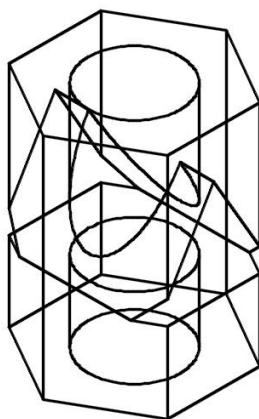

Рис. 5. 3D-модель призмы с вырезами (типовой пример)
- 1) в программе AutoCAD создать твердотельную модель призмы с вырезами (типовой пример) согласно Разделу 4 учебно-методического пособия для лабораторных работ «Компьютерная графика: Основы двумерного и трёхмерного проектирования» (автор Пахарева И.В. Киров: Изд-во ВятГУ, 2014) - рис. 5;